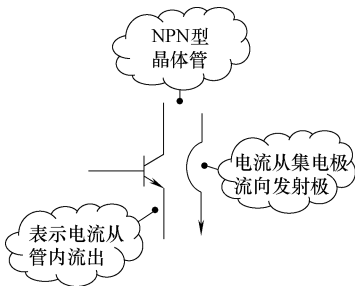

图 1-43 NPN 型晶体管电路符号指示电流方向信息示意图
1) NPN 型晶体管。图 1-43 所示是 NPN 型晶体管电路符号指示电流方向信息示意图，根据发射极箭头方向可以知道不同极性 NPN 型晶体管的集电极、发射极之间电流流动方向。